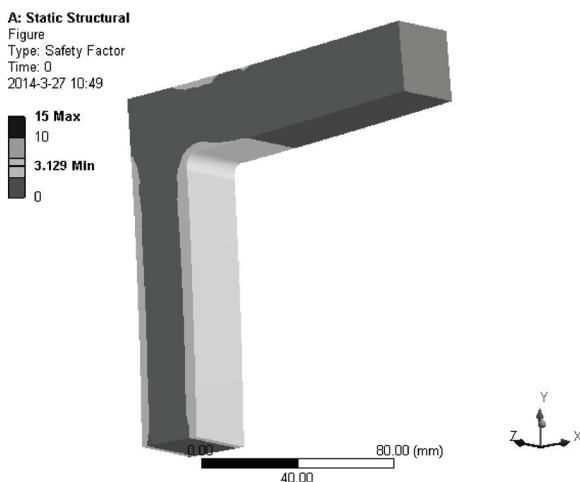

图 18-16 疲劳安全系数云图
- 6) 右键单击 Safety Factor 对象, 在弹出的快捷菜单中选择 Evaluate All Results, 此时进行求解, 求解后得到的图形如图 18-16 所示。